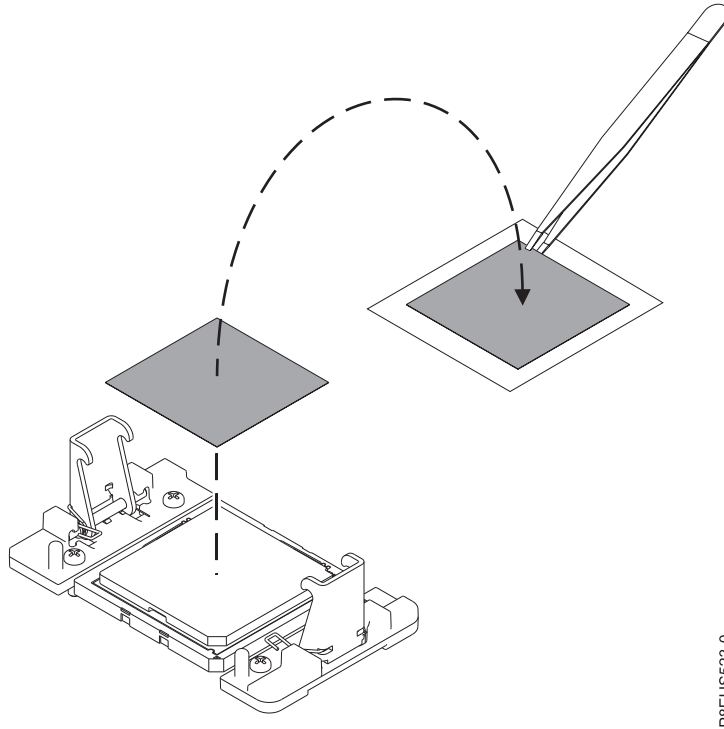

Figure 124. Retrait du matériau d'interface thermique gris du processeur
9. Si le système utilise le matériau d'interface thermique gris, retirez-le du processeur à l'aide de la pince à épiler et placez-le sur une surface propre et sèche. Voir la figure 124, à la page 109. Le système peut utiliser deux types de matériau d'interface thermique. L'un d'eux est de couleur argenté avec des coins biseautés et reste généralement collé au dissipateur thermique. L'autre est gris à coins carrés et ne colle pas. Il doit être retiré avant que le processeur ne soit lui-même retiré.